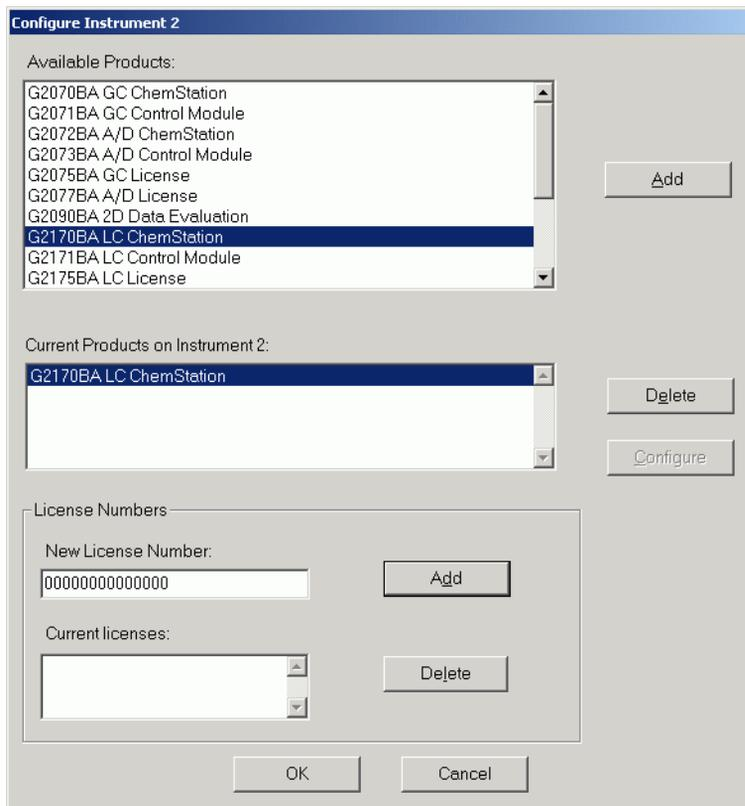

Figura 6 Finestra di configurazione
- 9 Selezionare il modulo software adatto dalla lista dei prodotti disponibili nella finestra di dialogo **Configura strumento**, quindi premere **Aggiungi** (vedere la Figura 6 a pagina 24).